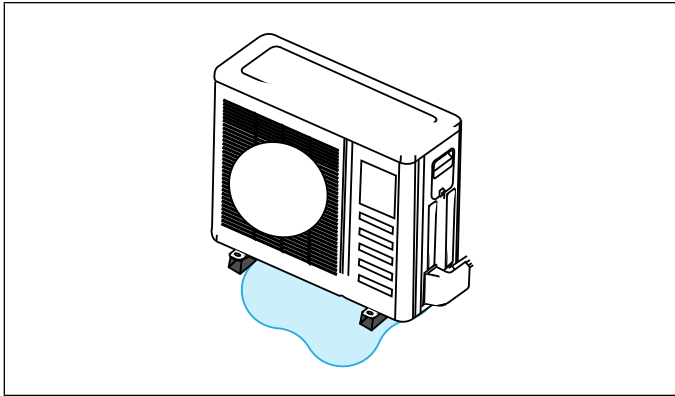

Figure 9. Éviter les dangers causés par le gel de l'eau de dégivrage
- Faire très attention à l'élimination de l'eau de dégivrage pour éviter que la glace empêche l'utilisation des allées ou crée un danger à proximité de l'unité extérieure comme illustré à la « Figure 9. Éviter les dangers causés par le gel de l'eau de dégivrage » à la page 22.